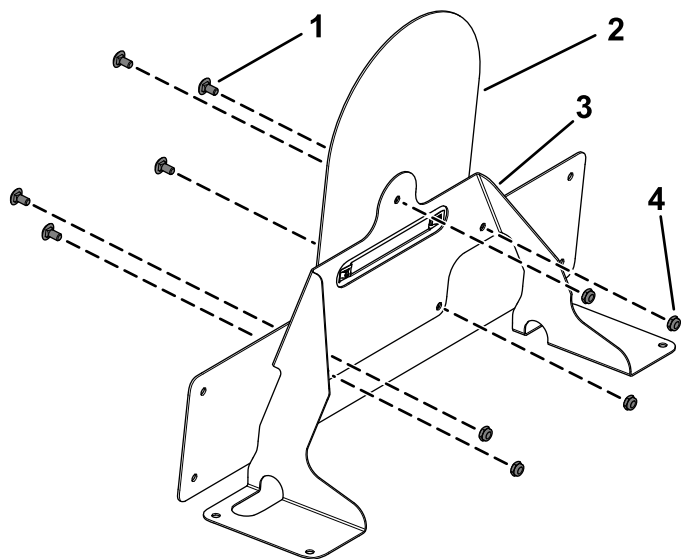

**Figur 26**
- Monter de 2 hastighedsmøtrikker på hastighedspladebeslaget (Figur 26).